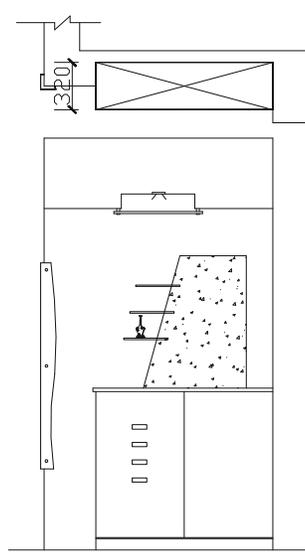
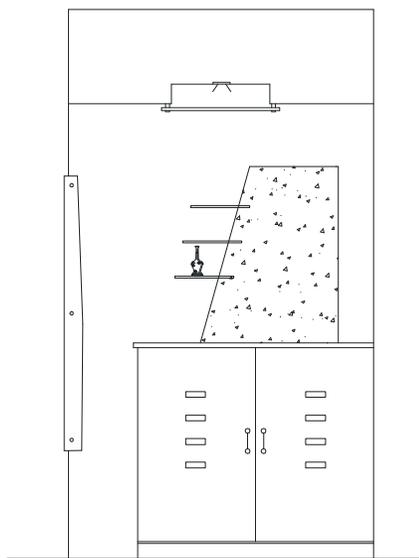

图 8-1-121
图 8-1-122
**STEP 16** 使用阵列命令 ARRAY ( AR ) 或阵列按钮  将该矩形向下阵列四个，如图 8-1-121 所示，其阵列对话框的设置：行为 4，行偏移为 -120，列为 1，列偏移为 1。
**STEP 17** 使用镜像命令 MIRROR 将如图 8-1-121 所示左边的四个矩形镜像一份放在右边，并使用绘制圆的命令 CIRCLE 和绘制直线 LINE 绘制拉手，如图 8-1-122 所示。